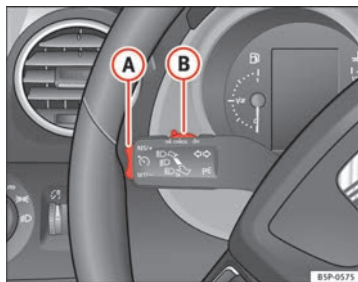

Fig. 150 Palanca de intermitentes y de luz de carretera: mando y tecla basculante para el regulador de velocidad
- Cuando se haya alcanzado la velocidad que se quiere programar, pulse brevemente la parte inferior de la tecla basculante **SET/-** → fig. 150 **A** una vez.